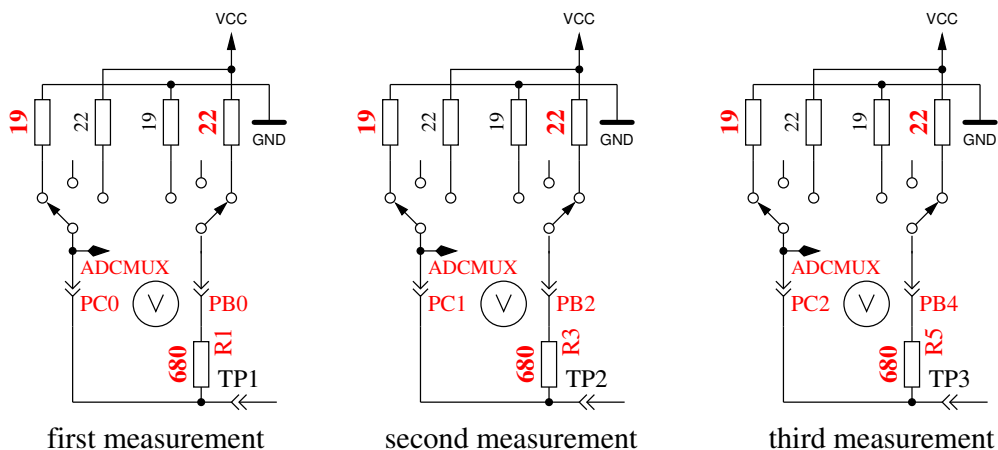

Abbildung 5.42: Messung des Innenwiderstandes von auf GND geschalteten Port C Ausgängen.
5. Dieser Schritt testet die **Fähigkeit von mit GND (-) verbundenen 470kΩ Widerständen (H) die Testpins auf GND zu ziehen**. Zeile 1 zeigt den Text „RH-“. Zeile 2 sollte für alle drei Pinne Null mV anzeigen.
6. Dieser Schritt testet die **Fähigkeit von mit VCC (+) verbundenen 470kΩ Widerständen (H) die Testpins auf VCC zu ziehen**. Zeile 1 zeigt den Text „RH+“. Der bestmögliche mV Wert für die drei Messungen wäre 0 in Zeile 2, da die Diffenz zu VCC dargestellt wird. Große Abweichungen vom Idealwert für Schritt 5 und 6 sind Fehler wie Isolations Problem, Flußmittelreste oder beschädigter Port.
7. **Messung des Innenwiderstandes eines auf GND geschalteten Ausgangs.** Dieser und die folgenden Schritte werden nur bei gewählter AUTO.CAL Option durchgeführt. Die internen Port C Widerstände von auf GND (-) geschalteten Ausgängen werden mit dem Strom der nach VCC (+) geschalteten 680Ω Widerstände gemessen, siehe Abbildung 5.42. Es werden nur die drei Pinne des ADC Ports vermessen, die Widerstands-Ports PB0, PB2 und PB4 können nicht ohne Veränderung der Hardware gemessen werden. Es wird angenommen, daß die Port Widerstände von unterschiedlichen Ports nahezu identisch sind. Der Widerstandswert wird im nächsten Schritt mit ausgegeben.